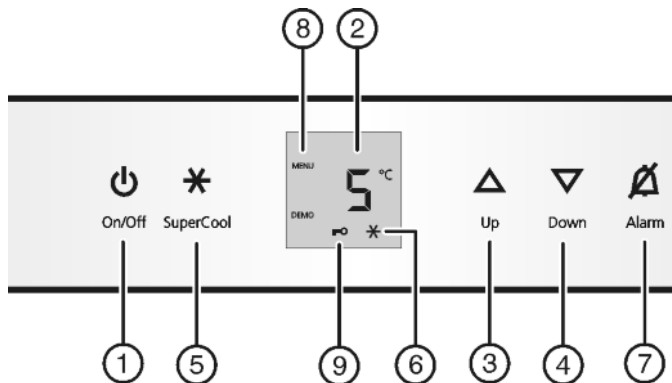

Fig. 2
- ▶ Toets On/Off Fig. 2 (1) indrukken.
- ▶ Instelmodus activeren: Druk de toets SuperCool Fig. 2 (5) ca. 5 s in.
- ▶ Druk kort op de toets SuperCool Fig. 2 (5) om te bevestigen.
- ▶ om de kinderbeveiliging in te schakelen, drukt u kort op de toets SuperCool Fig. 2 (5).
- ▷ Het symbool kinderbeveiliging Fig. 2 (9) brandt. Op de display knippert **c**.
- ▶ om de kinderbeveiliging uit te schakelen, drukt u kort op de toets SuperCool Fig. 2 (5).
- ▷ Het symbool kinderbeveiliging Fig. 2 (9) dooft. Op de display knippert **c**.
- ▶ Instelmodus deactiveren: toets On/Off Fig. 2 (1) indrukken.
- ▶ Toets Alarm Fig. 2 (7) indrukken.
- ▶ Temperatuur hoger instellen: insteltoets Up Fig. 2 (3) indrukken.
- ▶ Temperatuur lager instellen: insteltoets Down Fig. 2 (4) indrukken.
- ▶ Toets SuperCool Fig. 2 (5) kort indrukken.
- ▷ Het symbool SuperCool Fig. 2 (6) brandt op het display.
- ▷ Het symbool SuperCool Fig. 2 (6) in de display gaat uit.